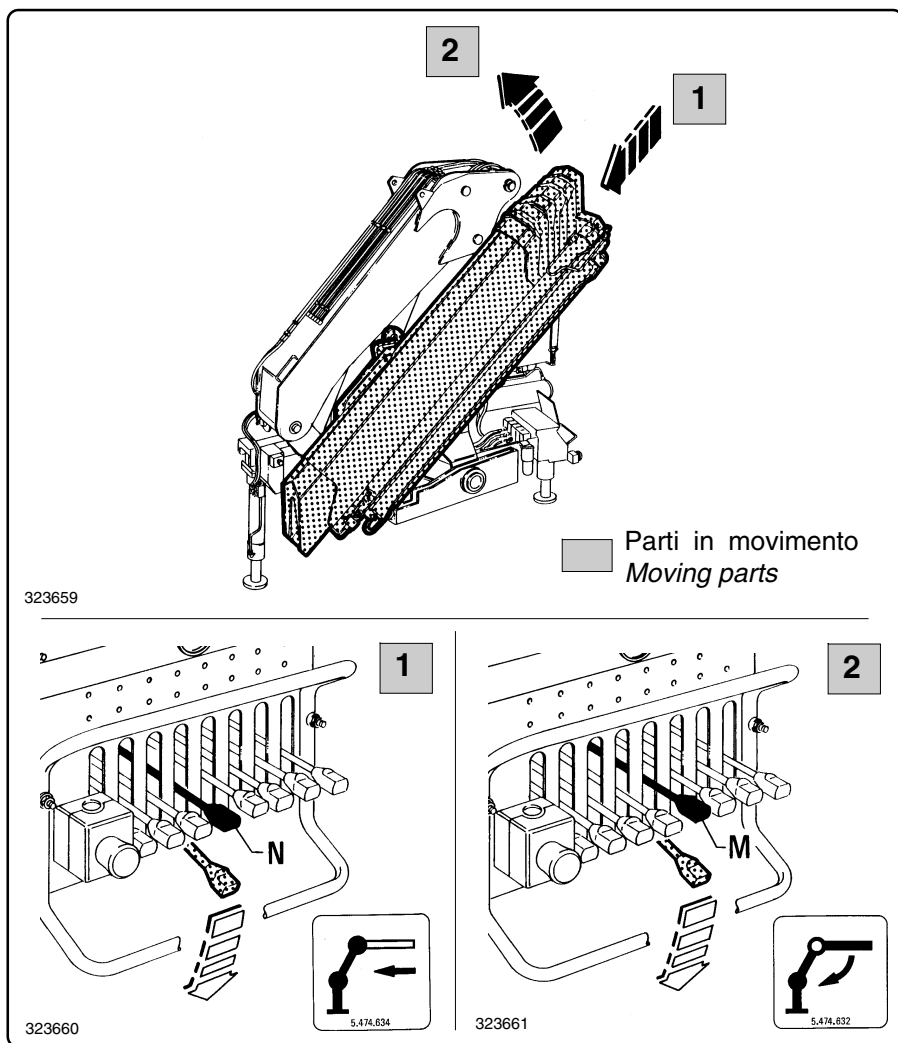

fig. 6.8.3
Per la sicurezza dell'operatore comandare l'apertura della gru operando con le leve poste dal lato distributore (lato opposto all'apertura del braccio (vedi fig. 6.8.3).
For safety reasons, open the crane using the levers on control valve block side. Side opposite to where the boom is opened (see fig. 6.8.3).
sulla leva "N". Vedi fig. 6.8.3.
lever "N". See fig. 6.8.3.*
- 2** Azionare il comando del martinetto mensola in chiusura a fine corsa, agendo sulla leva "M" del distributore (fig. 6.8.3).
- 2** *Close completely the main boom cylinder, acting on the lever "M" of the control valve block (fig. 6.8.3).*